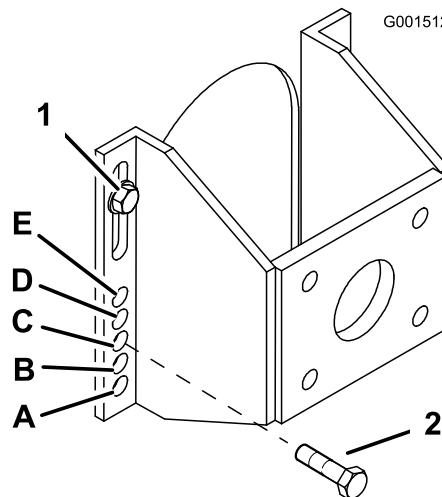

Figure 20
- Desserrez, mais n'enlevez pas, les 2 boulons d'essieu supérieurs (Figure 20).
- Enlevez les 2 boulons d'essieu inférieurs (Figure 20).
- Élevez ou abaissez le support de fixation pour insérer les 2 boulons de réglage d'essieu dans le trou voulu (Figure 20).